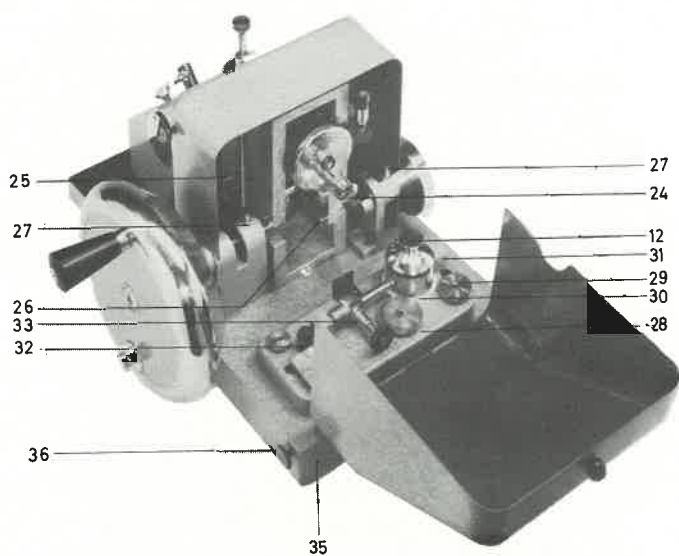

Fig. 3
Tout microtome, quelle que soit sa construction, demande un certain entretien. Ainsi doit-on mettre de temps à autre quelques gouttes de notre huile spéciale No. 404 sur les glissières (25) et (26) (voir à la fig. 3) afin de maintenir une légère couche d'huile sur les surfaces de frottement que l'on ne doit jamais laisser aller à sec. Ne manquer pas également de mettre quelques gouttes de notre huile spéciale No. 405 dans les deux lubrificateurs (27) de paliers.
La chambre à congélation (12) se met à l'envers sur un petit coussin de feutre (30) entre deux supports (31) de la manière indiquée sur la figure 3. Tirant sur la tête ronde (32) de la goupille à ressort (33), bien centrer la chambre à congélation entre les supports et lâcher doucement la tête ronde (32) de manière à permettre à la goupille (33) d'entrer dans le raccord du robinet et de fixer ainsi la chambre à congélation.